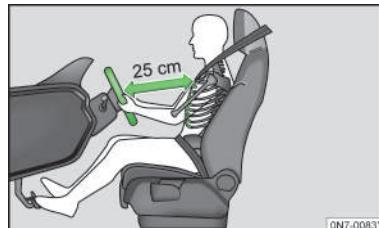

图 4
- 调整好驾驶员座椅或方向盘，使方向盘与胸部之间的距离至少为25cm[»] **图4**。如果没有保持上述最小距离，则安全气囊系统无法对您进行保护，会有生命危险！